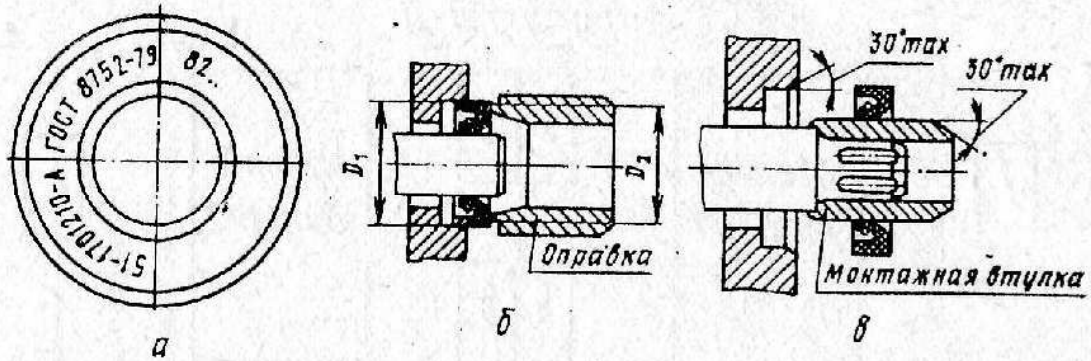

Рис. 1. Маркировка манжет и порядок их установки:
(сальники) ГОСТ 8752—79 (рис. 1)
На торцевой поверхности манжеты наносится рельефная маркировка с указанием (рис. 1, а):
1. Запрессовывать манжету в посадочное отверстие следует с помощью специальной оправки равномерным нажатием по всей торцевой поверхности (рис. 1, б).
втулку (рис. 1, в). Наружный диаметр монтажной втулки должен быть на 1,5—5 мм больше диаметра вала (в зависимости от размеров манжеты).
3. При установке манжеты на вал рабочей кромкой в сторону направления монтажа (для предотвращения подвертывания эластичного элемента) целесообразно предусмотреть монтажную втулку (рис. 1, в) и надеть на нее манжету со стороны поверхности маркировки.